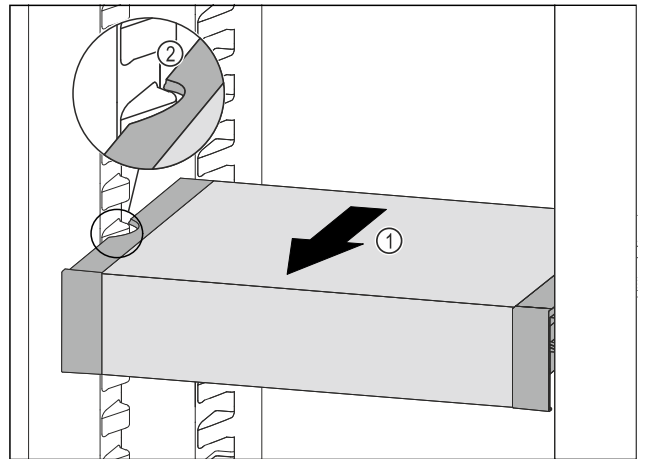

Fig. 98
- Tirare VarioSafe in avanti Fig. 98 (1) fino a quando le cavità laterali di VarioSafe non si trovano al livello della nervatura del contenitore nel vano frigorifero. Fig. 98 (2)